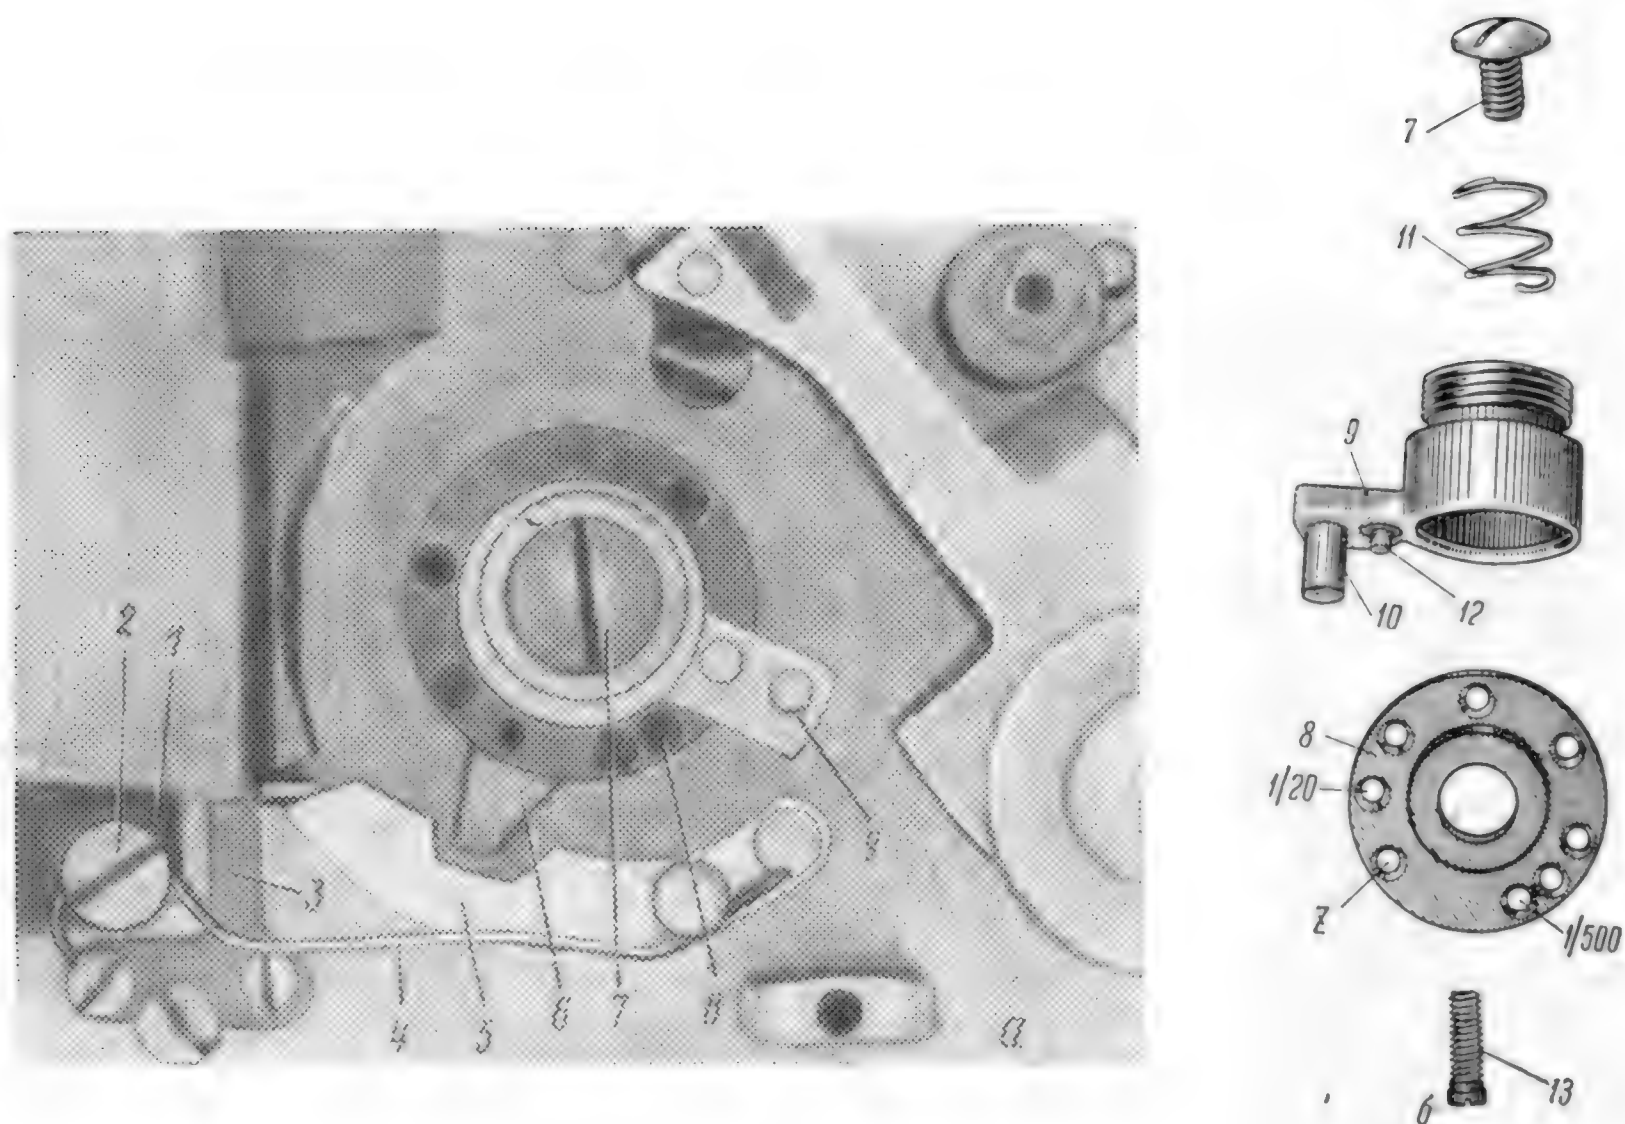

Рис. 7. Устройство механизма регулирования выдержек:
При помощи механизма регулирования выдержек можно заранее устанавливать и по желанию изменять продолжительность автоматических выдержек шторного затвора. Устройство механизма выдержек показано на рис. 7. Основными деталями
1. *Тормозная защелка установлена высоко относительно тормозного кулачка.* Проскок на выдержке Z происходит потому, что при плавном нажмие спусковой кнопки штифт 1 (см. рис. 7) спусковой шестерни соскакивает со штифта на транспортирующем барабане раньше, чем тормозная защелка опустится вниз и преградит путь тормозному кулачку. Чтобы устранить эту неисправность, нужно извлечь тормозную защелку из затвора и укоротить ее стержень, после чего защелка расположится ниже (ближе к тормозному кулачку). Стержень тормозной защелки нужно укорачивать незначительно, чтобы не вызвать другого дефекта, когда шторка не будет закрываться.
5. *Большой обратный ход в тормозном устройстве заводного механизма.* Для правильной работы механизма выдержек необходимо, чтобы тормозной кулачок 6 в момент полного завода затвора расположился посередине выреза в тормозной защелке, как это видно на рис. 7. Если в тормозном устройстве заводного механизма повышен обратный ход (больше одного деления счетчика кадров), то к моменту спуска затвора тормозной кулачок проходит дальше выреза тормозной защелки и вторая шторка не задерживается. Подробно об устранении обратного хода тормозного устройства читайте на стр. 18 «Заводной и спусковой механизмы».
Не устанавливаются выдержки. Отвинтился винт 7 (см. рис. 7), которым рычаг выдержек закреплен на оси барабана шторок. Для устранения этой неисправности нужно снять головку выдержек, завинтить до упора винт 7, а затем установить головку выдержек на место.
концы осей 21 и 23 в соответствующие отверстия 8 монтажной крышки и завинтить винт через отверстие 24. Установив монтажную крышку, отвинчивают винты 35, распускают пружины, а затем вновь их заводят на 2,5—3 оборота и закрепляют гайки 34 винтами 35. Правильность сборки и зацепления шестерен проверяют после установки в затвор тормозной защелки 5 (см. рис. 7, а). При полностью заведенном затворе тормозной кулачок 6 должен расположиться точно посередине выреза в тормозной защелке 5 (как это видно на рис. 7, а). Если после заводской сборки шторки затвора не переклеивали, то после установки узла шторок согласно схеме (рис. 9, г) затвор должен собраться точно.
Затвор не заводится до конца, головка выдержек не устанавливается во все положения. Неисправность вызвана тем, что тормозная защелка 5 перескочила через упор 3 (см. рис. 7, а). Для того чтобы устранить эту неисправность, достаточно снять верхний щиток фотоаппарата и установить на место тормозную защелку. Одновременно проверяют, достаточно ли жестко закреплен упор 3 , так как подобный дефект может быть вызван смещением упора.